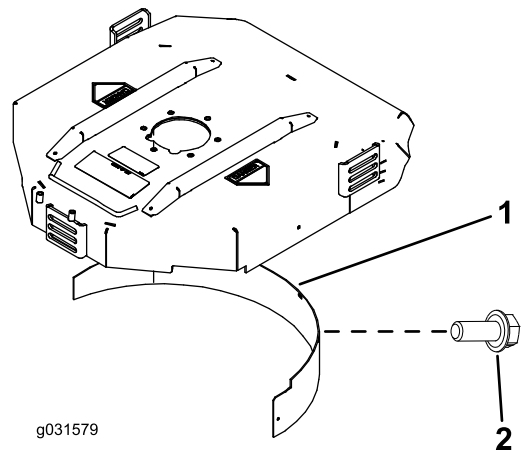

Figure 21
2. Montez le déflecteur de mulching dans l'ouverture arrière et fixez-le avec 5 boulons à embase (Figure 21).